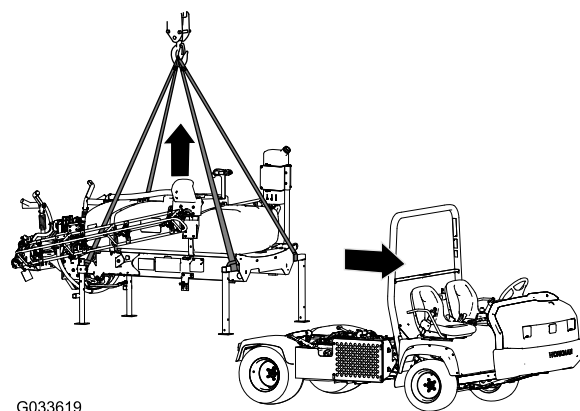

Figura 135
- Baixe as rampas para aproximadamente 45° e, em seguida, incline-as para a frente (Figura 135).
- Ligue o equipamento de elevação aos tubos horizontais dos macacos frontais e o poste vertical aos macacos traseiros (Figura 135).
7. Eleve o patim do depósito da máquina o suficiente para afastar o patim da máquina (Figura 135).